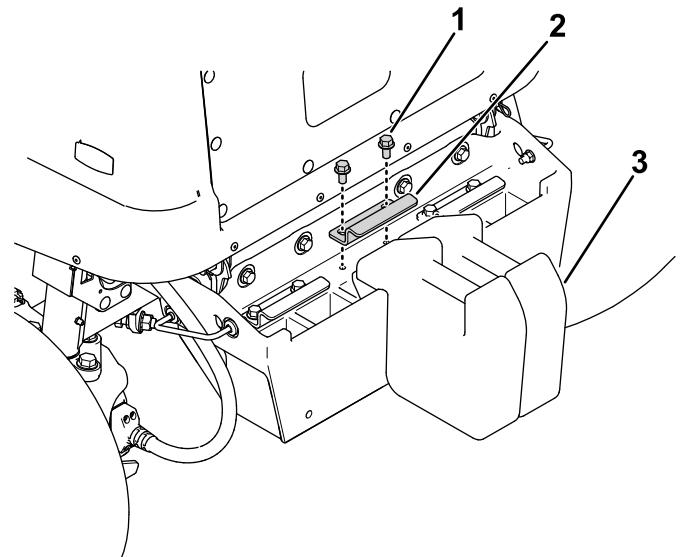

Figure 15
- Desserrez les boulons (Figure 15) qui fixent le support de maintien des masses sur le pare-chocs.
- Ajoutez 2 masses arrière sur le pare-chocs, comme montré à la Figure 15.
- Avec les boulons et le support de maintien (Figure 15), fixez les masses sur le pare-chocs.